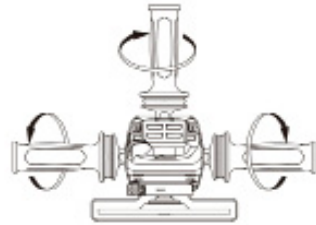

IMAGEN 1
9.2. Manopla: Por favor use la manopla para hacer un trabajo con seguridad y conveniencia. La manopla puede ser montada en ambos lados de la herramienta. (IMAGEN 1)